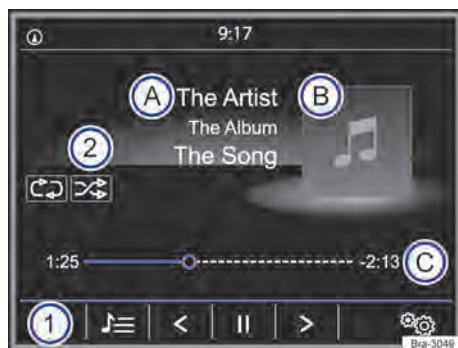

Fig. 149 Menu principal MEDIA.
– Pressionar o botão do rádio **(MEDIA)** para abrir o menu principal **MEDIA** → Fig. 149.
As fontes de mídia que são reproduzidas atualmente são exibidas na superfície de função na parte inferior esquerda → Fig. 149 ①.
- **OU**: no menu principal *MEDIA* tocar na superfície de função → Fig. 149 ① e selecionar a fonte de mídia desejada.